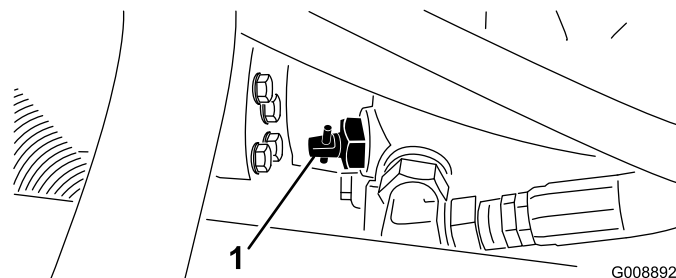

Figura 39
1. Girate la valvola di bypass, sulla pompa (Figura 39) a 90°.